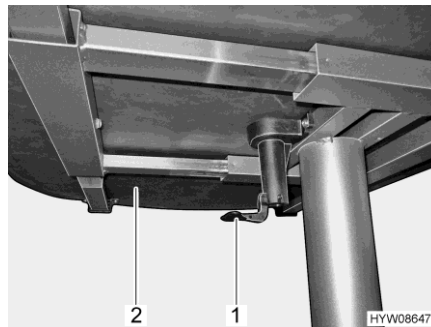

Bild 55 Hebel für Verschieben der Tischplatte
- Den Hebel (Bild 55,1) nach unten ziehen oder drücken.
- Tischplatte (Bild 55,2) in die gewünschte Position schieben.